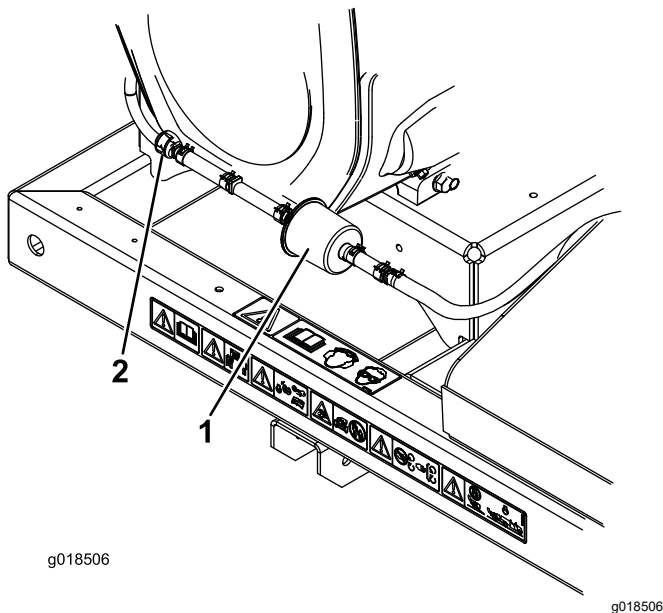

図 15
2. カーボンキャニスタ・パーズラインフィルタの前後両側についているホースクランプをゆるめてフィルタから遠い位置に移す 図 15。
3. カーボンフィルタを外して捨てる 図 15。
4. 新しいフィルタをホースに取り付けるフィルタについている矢印がチェックバルブの方を向くように取り付け、ホースクランプで元のように固定する 図 15。